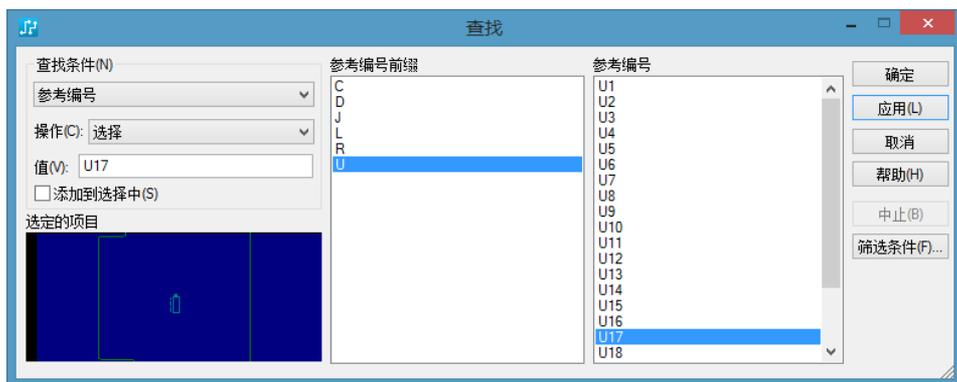

图 6-22 “查找”窗口
(1) 查找 选择“编辑”“查找”命令,打开“查找”窗口,如图 6-22 所示,在该窗口中设置相应参数,进行对象查找。例如,查找元器件。首先在“查找条件”下拉列表框中选择“参考编号”选项,在“参考编号前缀”列表框中选择一个参考。若选“U”,则在右侧“参考编号”列表框中选择要找元器件。单击“应用”按钮后,所选元器件在“查找”窗口左下角的“选定的项目”区域中白亮显示,同时在 PADS Layout 工作区内白亮显示。也可以通过单击鼠标右键,在弹出的快捷菜单中选择“查找”命令,打开“查找”窗口。